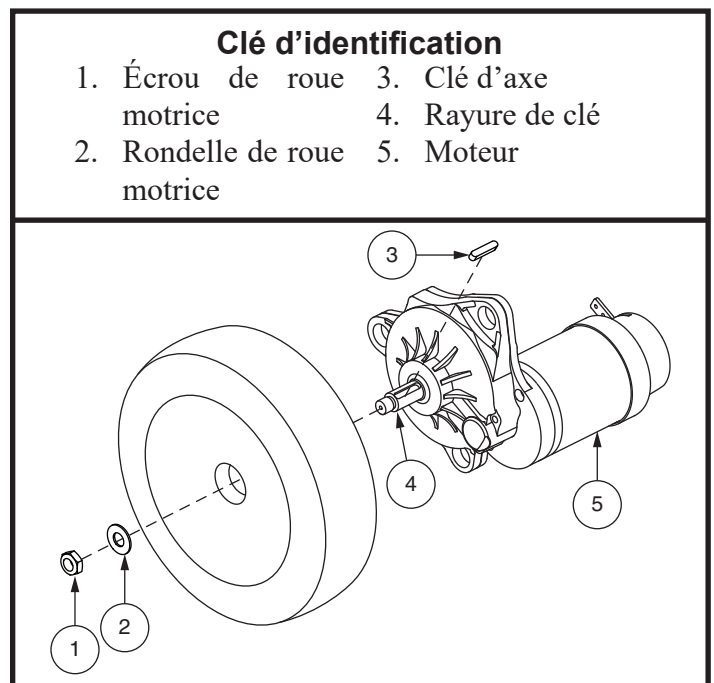

Figure 16. Enlèvement de la roue motrice
6. Retirez l'écrou et la rondelle de roue motrice sur l'essieu. **Voir la figure 16.**
12. À l'aide d'un nouvel écrou de roue motrice, réinstallez la roue motrice, la rondelle et l'écrou sur l'essieu et serrez bien. **Voir la figure 16.**